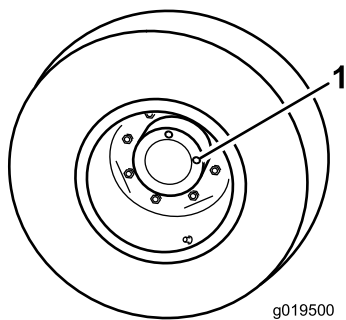

Рисунок 60
1. Поставив машину на ровную поверхность, расположите колесо так, чтобы одна контрольная пробка находилась в положении «12 часов», а вторая — в положении «3 часа» (Рисунок 60).
2. Снимите пробку, находящуюся в положении «3 часа» (Рисунок 60).